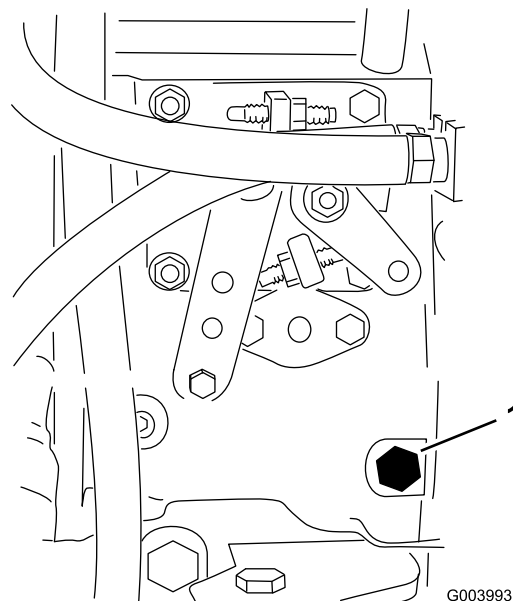

図 39
3. 燃料噴射ポンプ (図 39) についているエア抜きネジを、12 mm のレンチを使って開く。